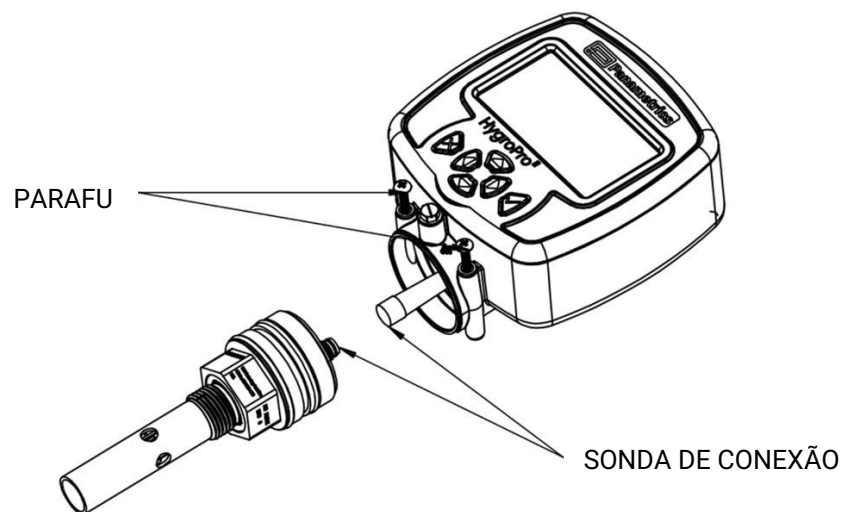

Figura 18: Removendo a sonda Hygro^{II} RTE a partir do transmissor
A sonda Hygro^{II} RTE é fácil de remover do transmissor desmontado, soltando os dois parafusos laterais e desconectando o cabo conector M8 interno, conforme mostrado na Figura 18 abaixo. Para remover a sonda do transmissor, consulte a Figura 17 acima e proceda da seguinte forma
4. Desconecte o conector M8 do cabo amarelo interno da sonda girando a contraporca na parte superior da sonda. Em seguida, destaque a sonda (consulte a Figura 18).